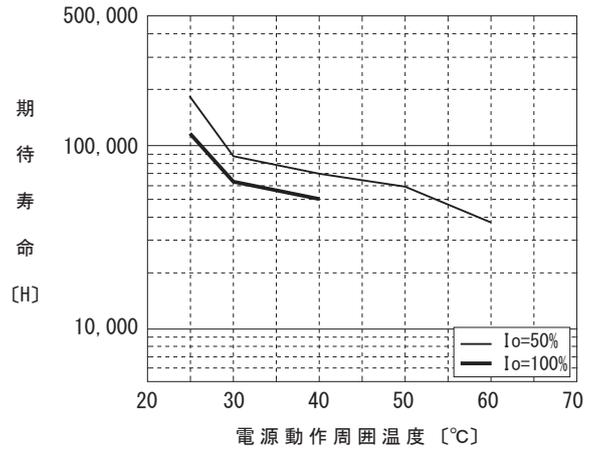

図 3.4 ファン期待寿命
■使用条件によってファンの期待寿命 (R(t)=90%) は図 3.4 のようになります。